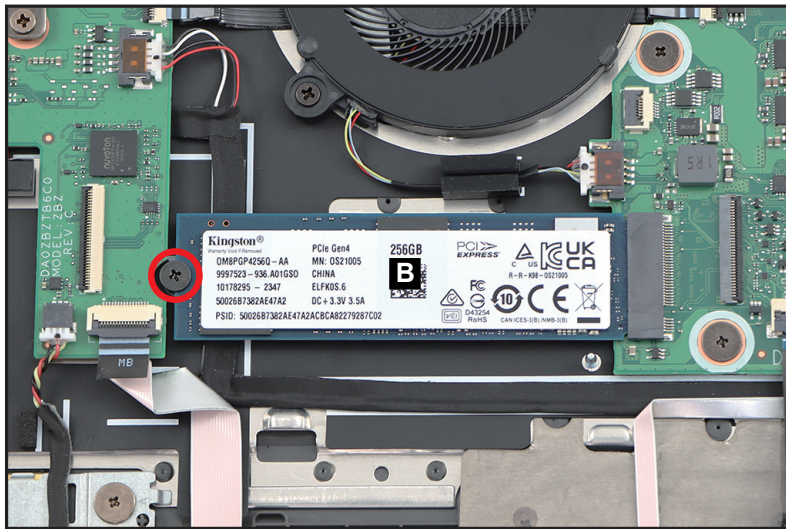

Figure 1-11. Retrait du module SSD
2. Retirez la (1) vis qui fixe le module SSD (B) (Figure 1-11).